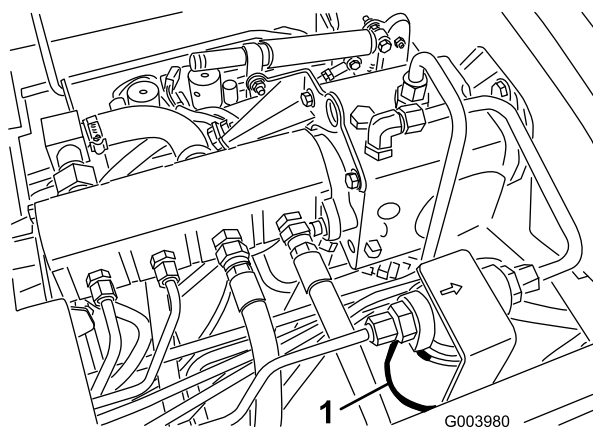
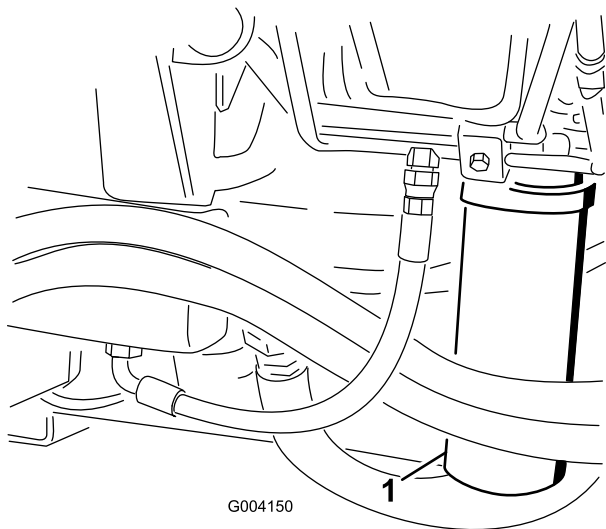

図 80
図 81
2. フィルタ取り付け部付近をきれいに拭い、下に容器を置く (図 80 と図 81)。